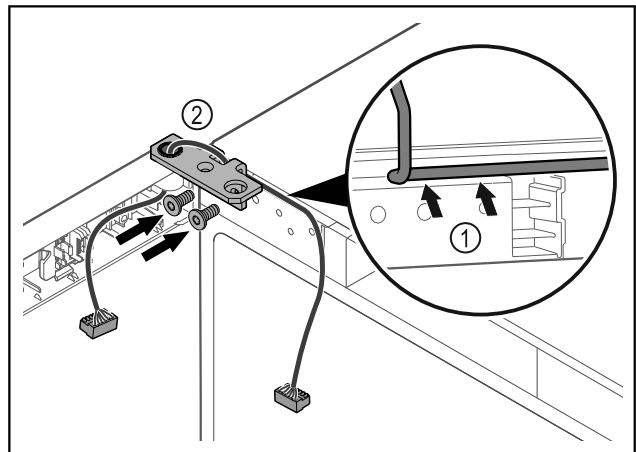

Fig. 35
- Faire passer le câble avec précaution par le trou de l'équerre de charnière Fig. 35 (1).
- Visser l'équerre de charnière Fig. 35 (2).